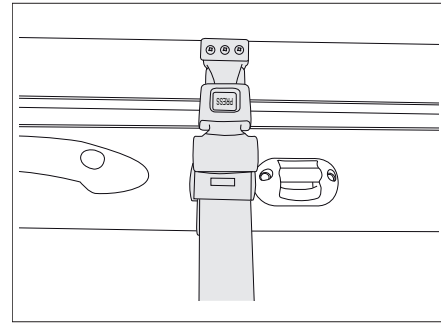

Fig. 153 Cinturón de retención de cama elevada manual
- Asegurar la cama elevada con el cinturón de retención al techo (Fig. 153).